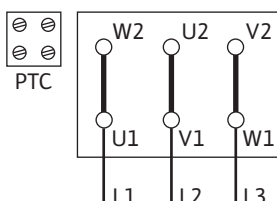
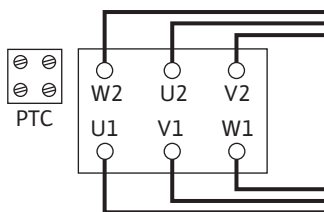

Fig. 10: 星三角启动
Fig. 11: 三角形电路
- 电源连接取决于电机功率 P2、供电电压和启动方式。接线盒中连接桥所需的电路参见下表以及 Fig. 10 和 Fig. 11。
星三角启动（标准）	取下连接桥（Fig. 10）。
通过软启动器启动	三角形电路（Fig. 11）